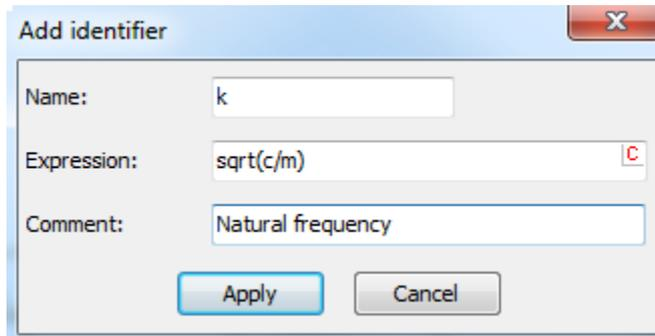

图 2.16 参数符号 k
2. 在弹出窗口定义参数符号 k （固有频率）及表达式 $\text{sqrt}(c/m)$ ，如图 2.16